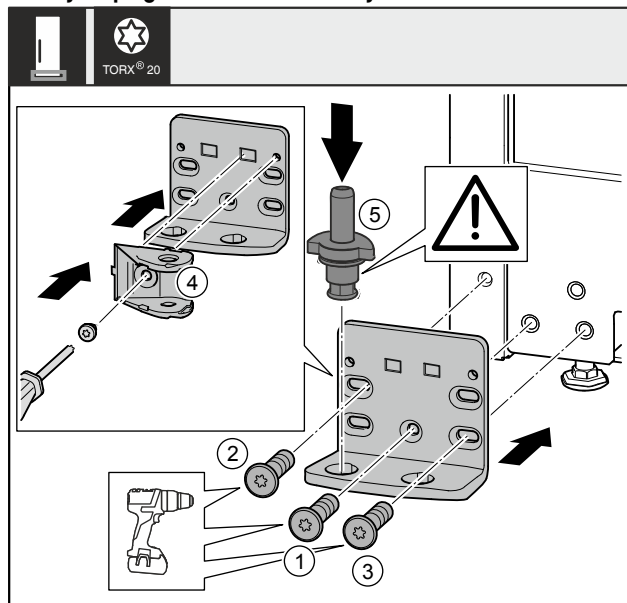

Fig. 38
- ▶ Postavite podložak ležaja na drugu stranu i pritegnite ga odvijačem. Započnite s vijkom Fig. 38 (1) dolje u sredini.
- ▶ Pritegnite vijak Fig. 38 (2) i vijak Fig. 38 (3).
- ▶ Okrenite spojni element prigušivača zatvaranja Fig. 38 (4) za 180°. Na drugoj strani podloška ležaja uvrnite odvijačem.
- ▶ Potpuno umetnite podložak ležaja Fig. 38 (5). Pritom se pobrinite za to da je uskočna izbočina okrenuto prema natrag.